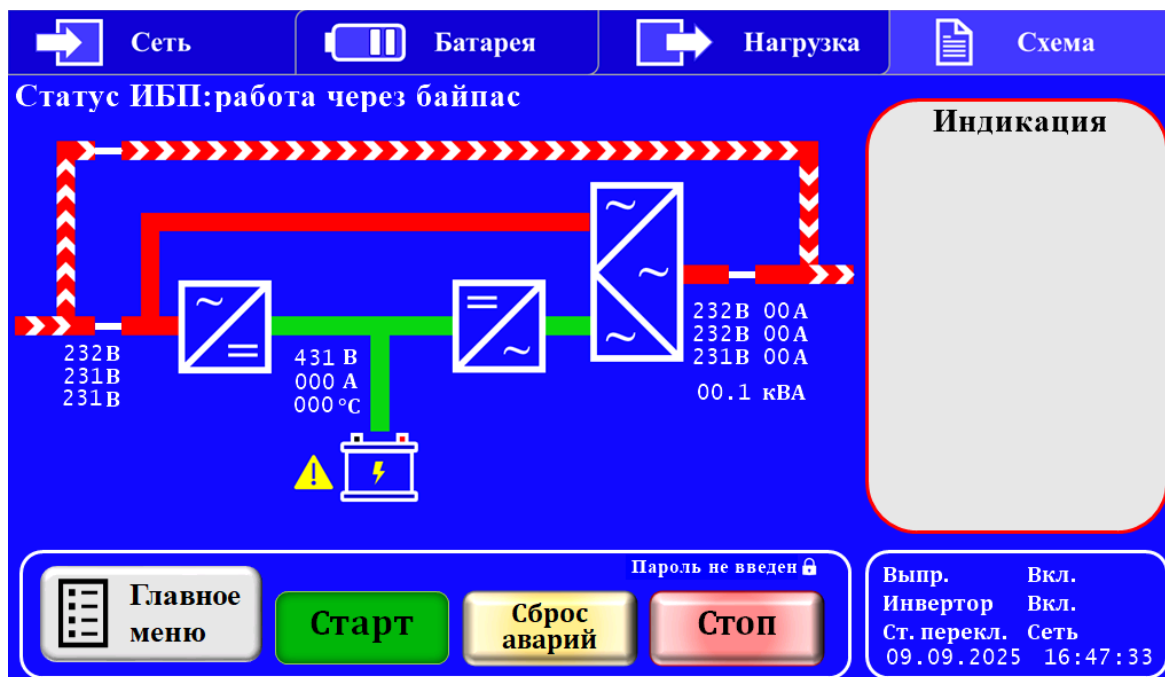

Рисунок 14 – Индикация на пульте управления при включенном ручном байпасе и включенном СГЭП
2.3.6.7 Включить автоматический выключатель QF1. Соответствующая индикация на пульте управления приведена на Рис. 14.